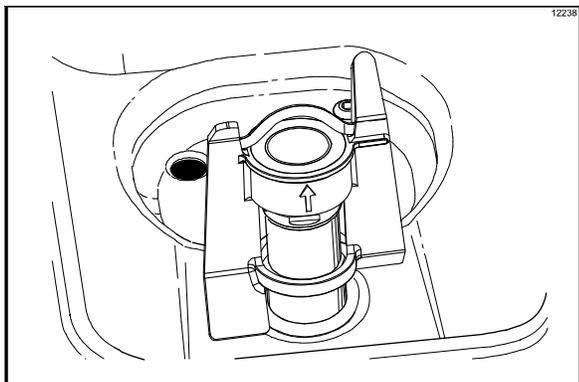

図165
11. アジテーターをアジテータードライブシャフトハウジングに取り付けます(図165を参照)。